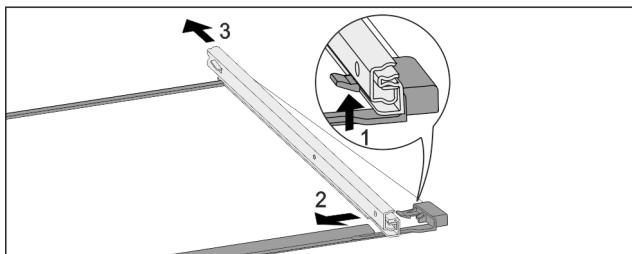

Fig. 81 Съклена плоча с релси
- Натиснете нагоре предните фиксиращи палци. Fig. 81 (1)
- Пълзнете изтеглящата релса настрани Fig. 81 (2) и назад Fig. 81 (3).